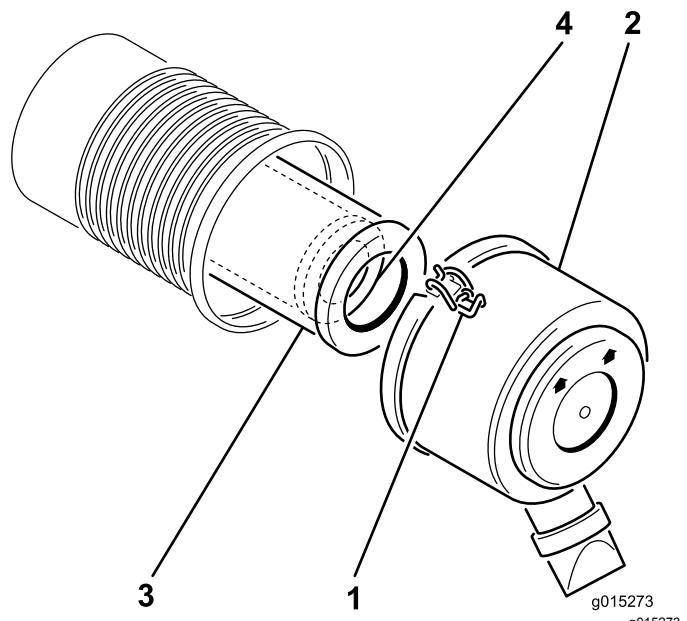

図 14
- エアクリーナのカバーをボディーに固定しているラッチを外す。ボディーからカバーを外す図 14。
- 次フィルタをゆっくり引き抜くようにしてエアクリーナのハウジングから外す図 14。
- 安全フィルタを交換する場合には、十分に注意しながら、フィルタのボディに挿入する図 14。
- 1次フィルタをゆっくり押し込むようにして安全フィルタの上から取り付ける図 14。
- 上下方向を確認し、Upと書いてある方を上に向けてエアクリーナカバーを正しく取り付け、ラッチを掛ける図 14。